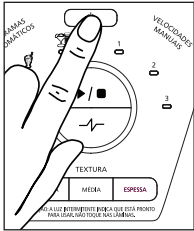

Fig. 19
1. Pressione o botão para ligar e desligar  $\phi$  (Fig. 19). A luz de força piscará indicando que o liquidificador está pronto para ser usado.
7. Pressione o botão para ligar e desligar  $\phi$  (Fig. 19).